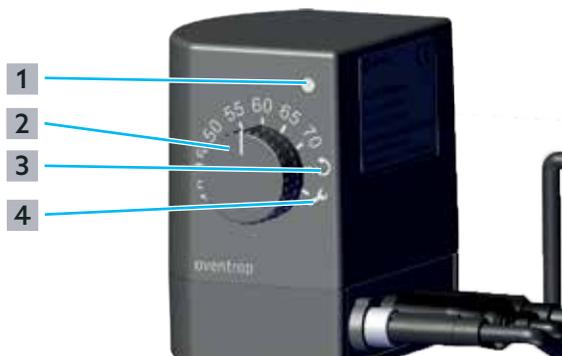

Fig. 18: Messages d'état et messages d'erreur au moteur
Le voyant lumineux ((1) sur la Fig. 18 en page 26) du moteur indique les messages d'état et les messages d'erreur.
Si le sélecteur rotatif est positionné sur le symbole pour la réinitialisation d'erreur ((3) sur la Fig. 18 en page 26) pendant plus de 5 secondes, l'erreur affichée est alors réinitialisée et une course de calibrage est lancée. Tant que le sélecteur rotatif est positionné sur le symbole pour la réinitialisation d'erreur, une course de calibrage du moteur est toujours lancée, au cours de laquelle le point de fermeture du robinet de régulation est détecté.